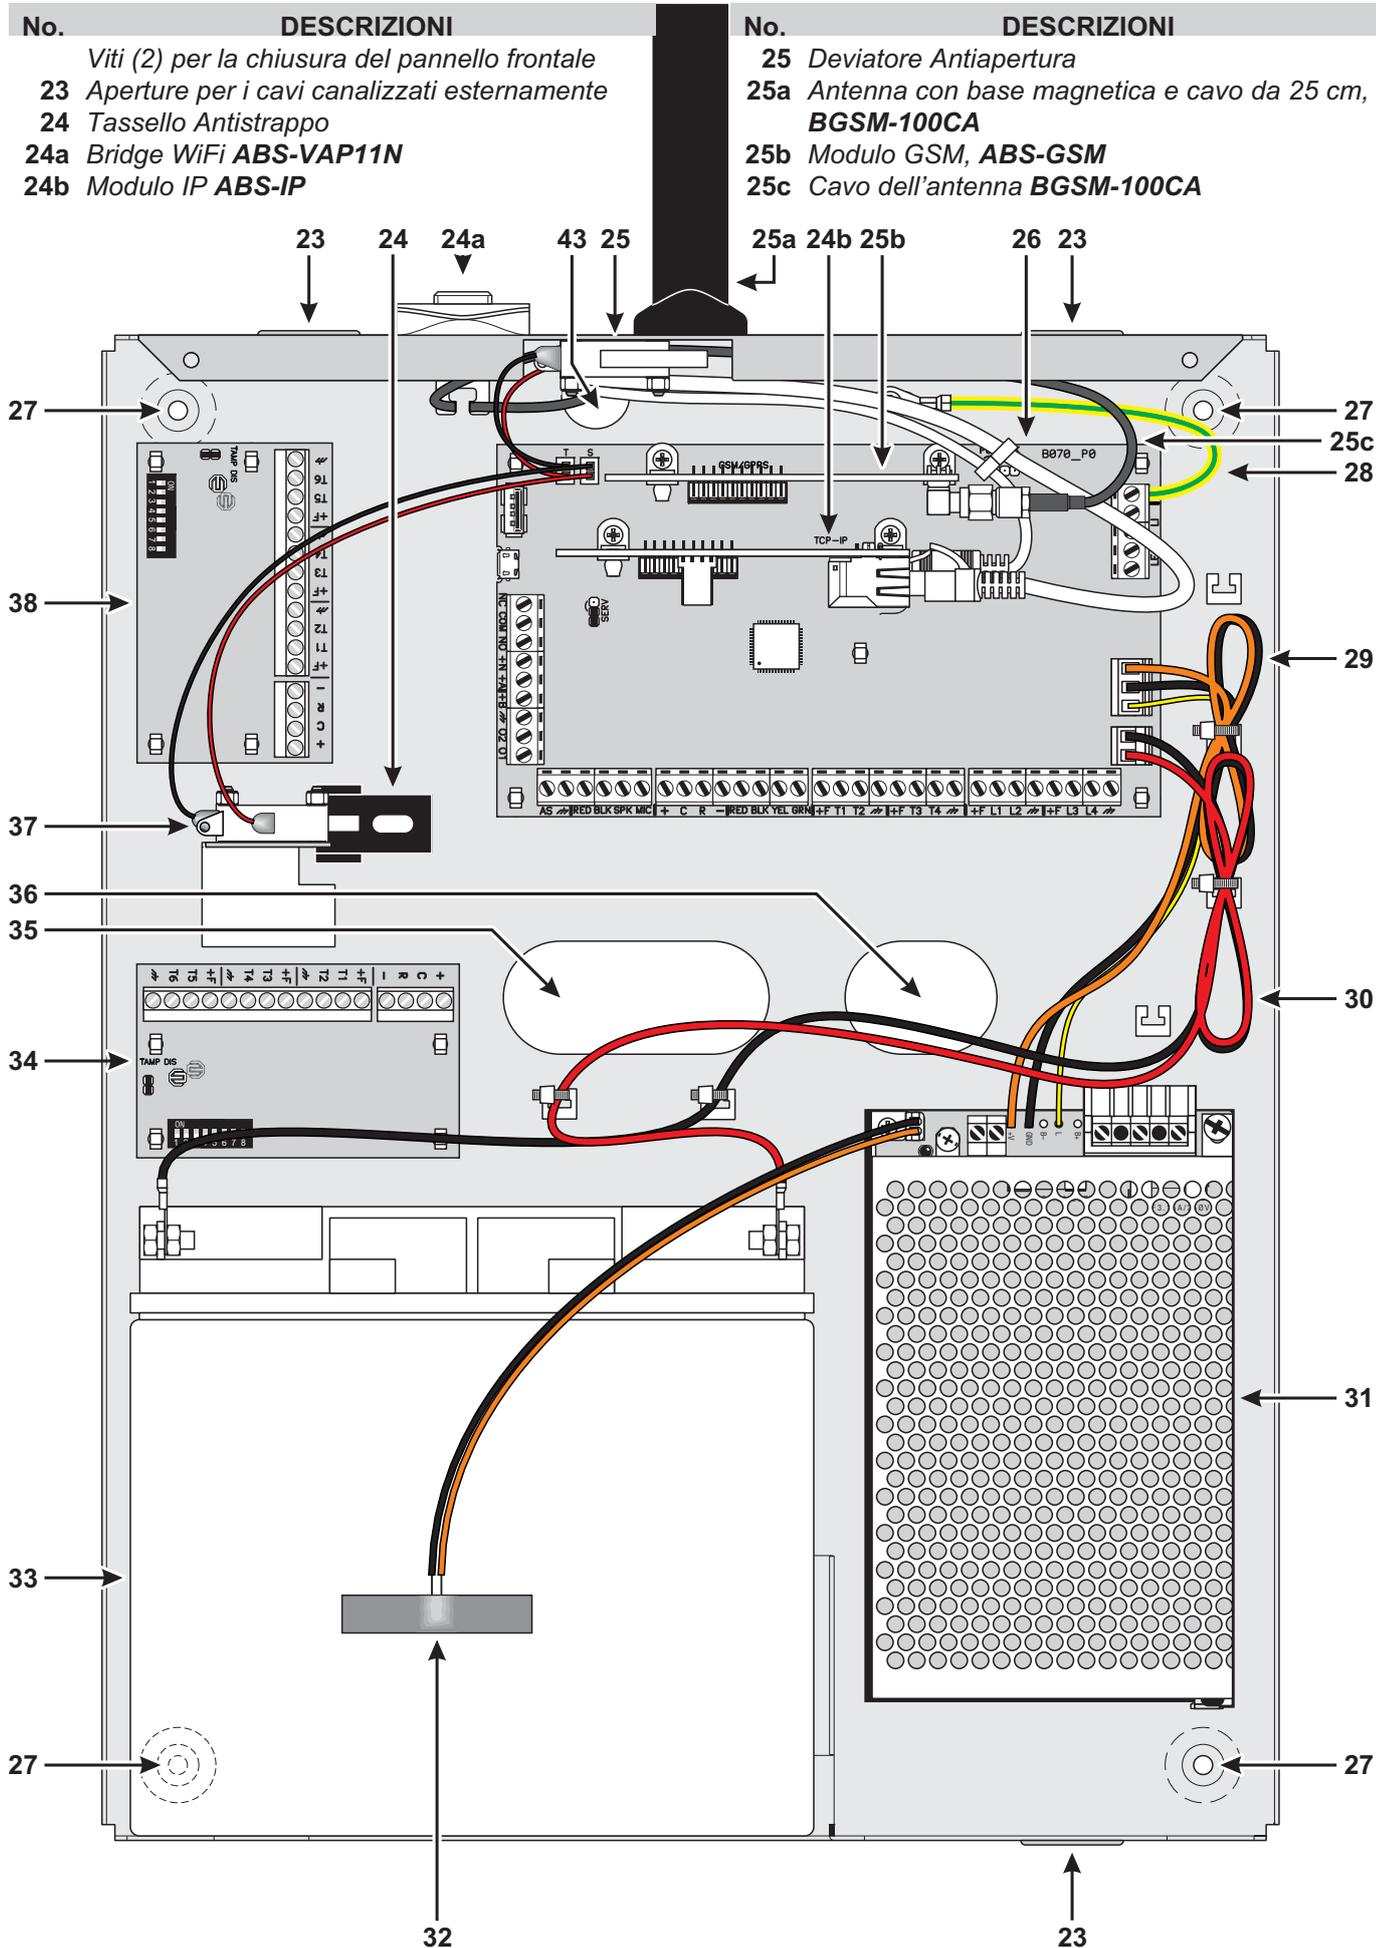

Figura 2 Parti della centrale ABSOLUTA nel contenitore Metallico.
Leggere le seguenti istruzioni per l'assemblaggio della centrale con il contenitore metallico **ABS-M**: fare riferimento alla Figura 4 e alla Figura 2 a pagina 16.
**Installazione Alimentatore Switching** È possibile installare l'alimentatore BAQ35T12 o BAQ60T12 nel contenitore metallico, come mostrato in Figura 2 a pagina 16 (parte n. **31**).
**Installazione Deviatore Antisabotaggio** È possibile installare il deviatore **MAXIASNC** (acquistabile separatamente, e obbligatorio per la conformità alle Norme EN50131-1 ed EN50131-3) per rilevare l'apertura della centrale, come mostrato in Figura 2 a pagina 16 (parte n. **25**).
11. Collegare il cavo al connettore **3 (T)** sulla Scheda Madre.
**Installazione Deviatore Antistrappo** È possibile installare il deviatore **MAXIASNC** (acquistabile separatamente, e obbligatorio per la conformità alle Norme EN50131-1 ed EN50131-3) per rilevare la rimozione della centrale, come mostrato in Figura 2 a pagina 16 (parte n. **37**).
14. Collegare il cavo al connettore **4 (S)** sulla Scheda Madre.
**Installazione Espansione Ingresso/Uscita** È possibile installare fino a due Espansione Ingresso/Uscita **M-IN/OUT** nel contenitore metallico, come mostrato in Figura 2 a pagina 16 (parti n. **34** e **38**).